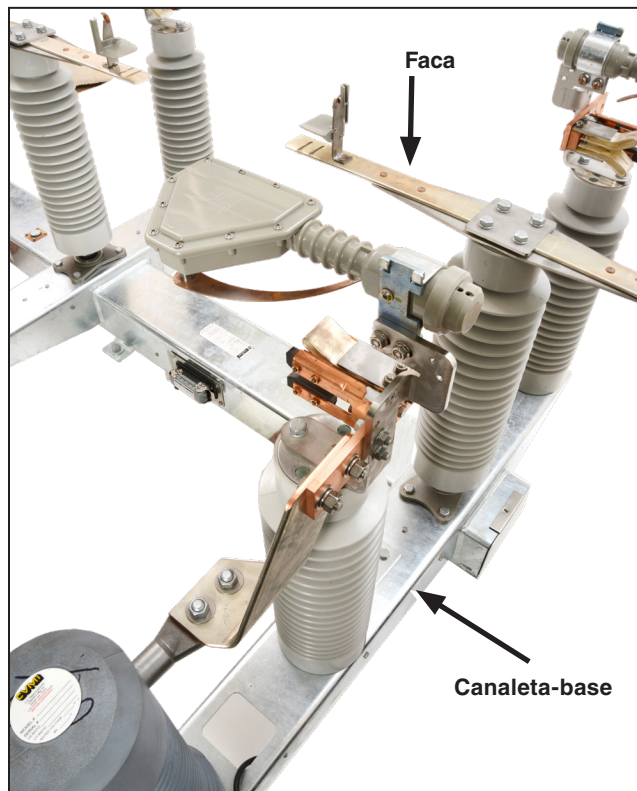

Figura 33. Faca posicionada a 90 graus em relação à canaleta-base (mostrada a chave em estilo integrado).
- (a) Com a alavanca de operação movimentada na excursão máxima na direção de abertura, as facas da chave ficam a 90 graus em relação à posição **Fechada** (perpendicular à canaleta-base). Ver Figura 33.